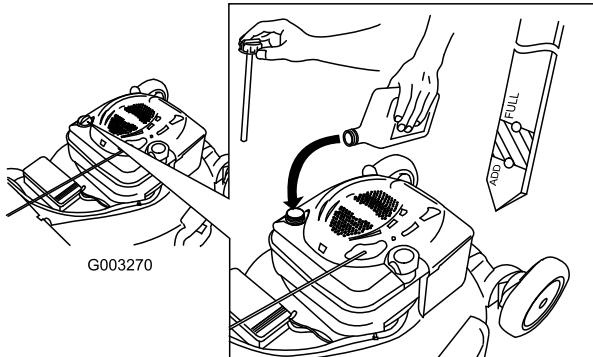

Figure 6
1. Retirez la jauge (Figure 6).
2. Versez de l'huile **lentement** dans le goulot de remplissage pour faire monter le niveau de liquide jusqu'au repère du plein (Full) sur la jauge (Figure 6). **Ne remplissez pas excessivement.**(Remplissage max. : 0,59 l (20 oz.), type : huile détergente SAE 30 de classe de service API SF, SG, SH, SJ, SL ou supérieure.)